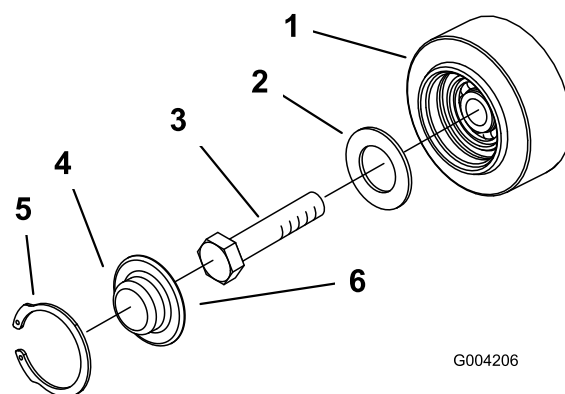

Bild 44
3. Nehmen Sie den Sprengring und die Kappe vom Straßenrad ab (Bild 44).
4. Prüfen Sie das Schmiermittel unter der Kappe und um die Dichtung (Bild 44). Wenn es schmutzig, körnig oder verbraucht ist, entfernen Sie das gesamte Schmiermittel, wechseln Sie die Dichtung aus und fügen Sie neues Schmiermittel hinzu.
6. Setzen Sie die eingefettete Straßenradkappe auf den Schraubenkopf (Bild 44).
7. Befestigen Sie die Straßenradkappe mit dem Sprengring (Bild 44).